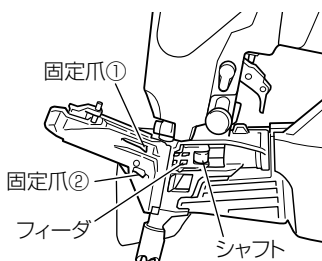

図 26
- 図 26 のように釘ガイドを開いて、付着しているごみやほこりを掃除し、特にフィーダの摺動する溝とシャフト部には付属の油を注油してください。また、固定爪①と固定爪②を指で押し、動作がスムーズであるか確認してください。